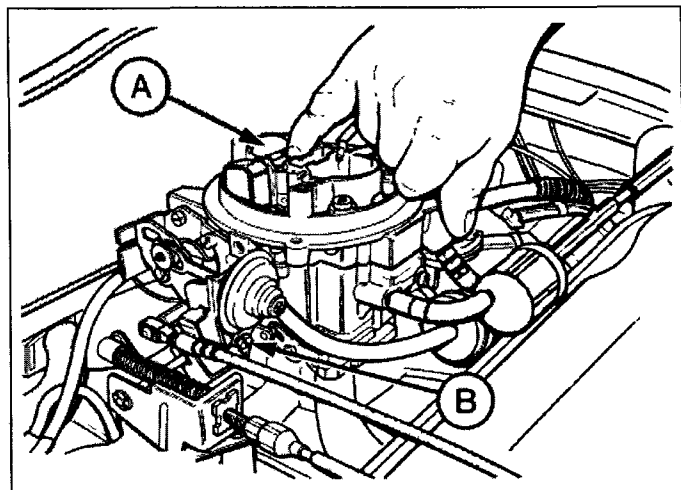

Рис. 4.19 Регулировки пусковых оборотов
- 19 За трос управления "подсосом" переведите воздушную заслонку в полностью закрытое положение. В то же время удерживайте заслонку открытой, насколько это возможно (рис. 4.19).